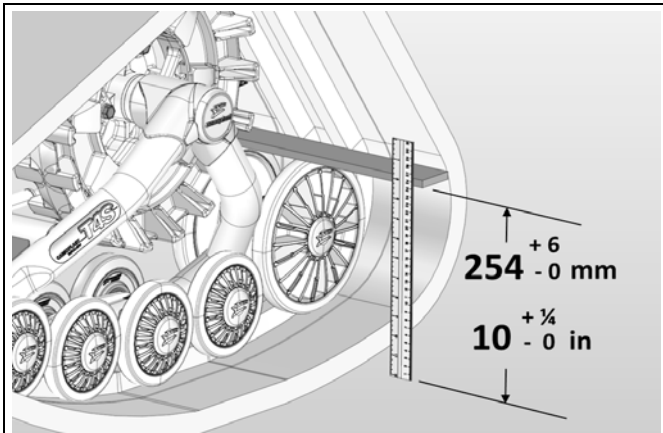

Abbildung 5
- Legen Sie ein Flacheisen über beide hinteren Räder des vorderen Raupenkettens-Systems und messen Sie den Abstand vom Boden zum Flacheisen wie in Abbildung 5 dargestellt.